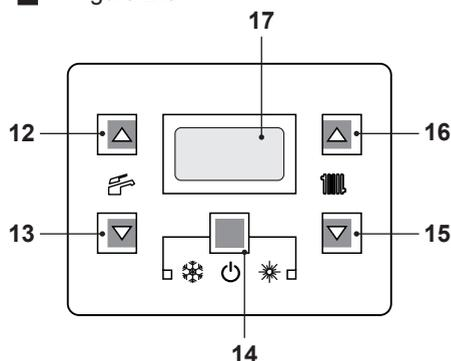

Figura 2.5
- Tenere premuto per 2 secondi il tasto 14 fino a far apparire sul display il simbolo  Figura 2.5.
La temperatura dell'acqua calda di mandata riscaldamento è regolabile agendo sui tasti 15 (diminuzione) e 16 (aumento) (Figura 2.5) da un minimo di circa 25°C ad un massimo di circa 85°C. Alla prima pressione di uno dei due tasti si ha la visualizzazione del
Comunque se la temperatura ambiente non dovesse essere confortevole si può aumentare o diminuire la temperatura di mandata dell'impianto riscaldamento di  $\pm 15^\circ\text{C}$  agendo sui tasti 15 (diminuzione) e 16 (aumento) (Figura 2.5).
La temperatura dell'acqua calda sanitaria è regolabile agendo sui tasti 12 (aumento) e 13 (diminuzione) (Figura 2.5) da un minimo di circa  $35^\circ\text{C}$  ad un massimo di circa  $60^\circ\text{C}$ . Alla prima pressione di uno dei due tasti si ha la visualizzazione del valore di "set", alla seconda pressione si accede alla modifica.